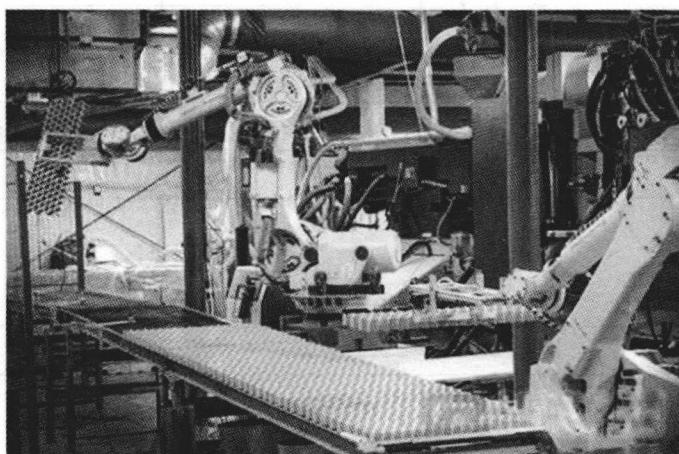

图 1-2 焊接机器人生产线现场
(2) 技术工人在维修检测焊接机器人的时候, 在非安全作业区域内进行维修, 机器人突然启动, 把人直接撞倒, 差点被机器人碾压, 如图 1-2 所示。